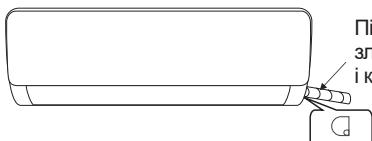
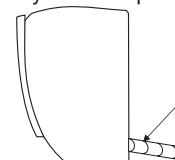

Рис. 1
Рис. 2
- Залежно від положення пристрою, трубопровід може бути прокладений збоку – зліва або справа (Рис. 1) – або вертикально ззаду (Рис. 2) (залежно від довжини труби внутрішнього блока). У разі бічного прокладення трубопроводу виріжте випускний отвір з протилежного боку.